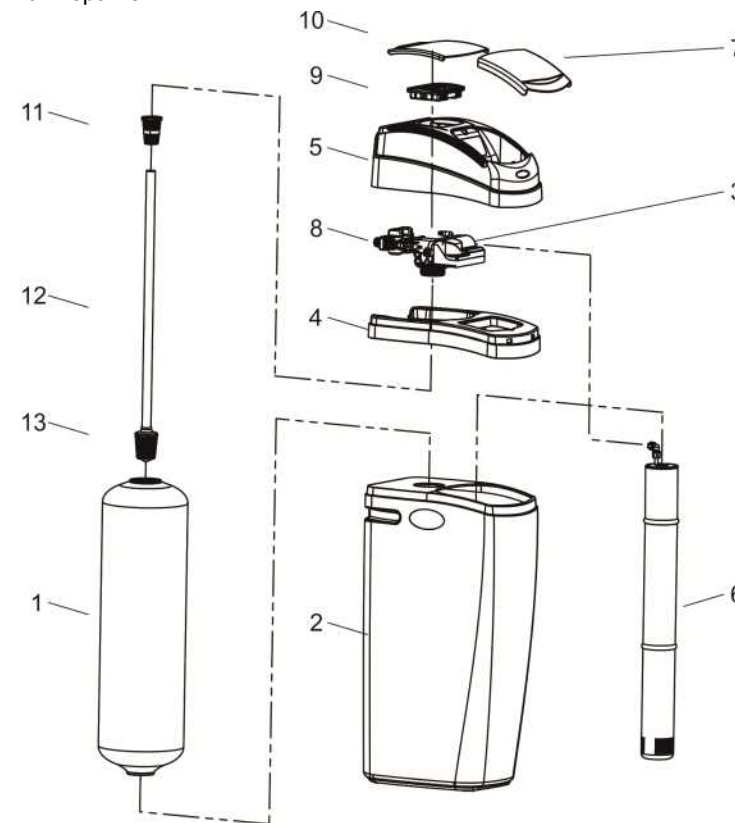

Рисунок 1
6.1 Установки умягчения воды кабинетного исполнения WiseWater серии Nord состоят из (Рисунок 1):
6.2 Фильтр-умягчитель состоит из (Рисунок 1):
6.8 Периодически установка находится в режиме регенерации. Все операции процесса регенерации выполняются автоматически за счет давления исходной воды без использования промежуточных емкостей и насосов. Фильтр-умягчитель, входящий в состав установки (рис. 1), имеет автоматическую систему управления, обеспечивающую регенерацию смолы в заданный момент времени после прохождения заданного объема воды (по счетчику) или через определенное число дней (по таймеру).